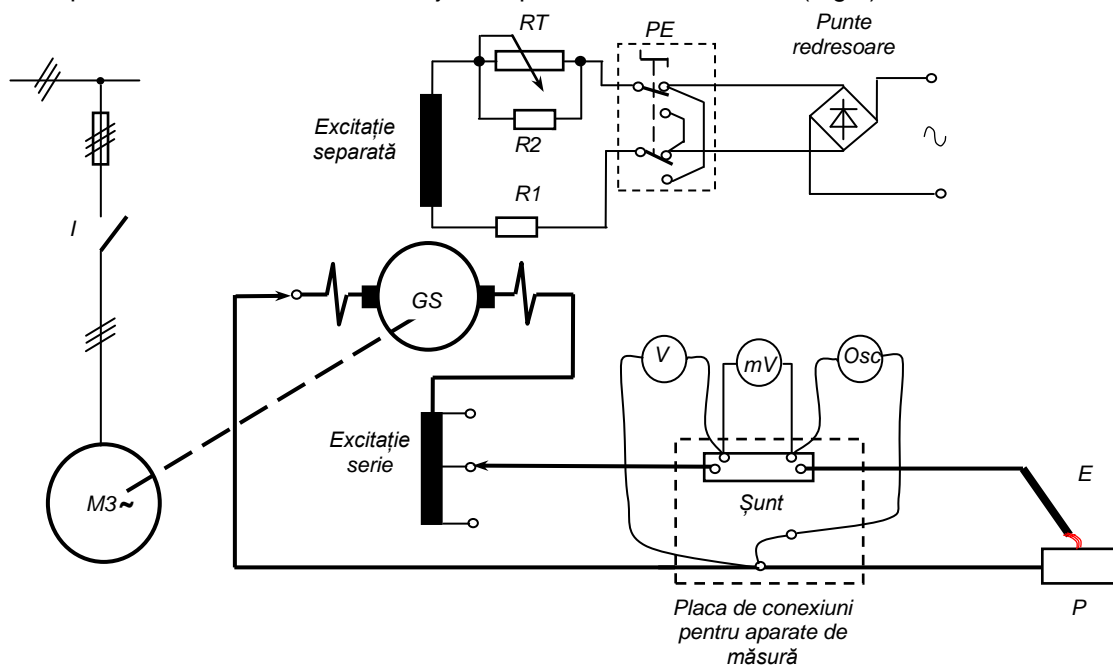

Fig 1. Shema electrică a montajului experimental cu convertizorul rotativ de sudură CS 125A
2.5 Să se explice schema electrică a montajului experimental cu CS 125A (Fig.1)